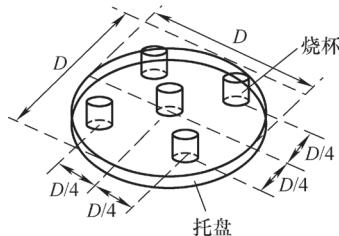

图3-38 微波炉热量分布测试
- 4) 将每个烧杯放置在如图3-38所示转盘的不同位置，然后开始加热。